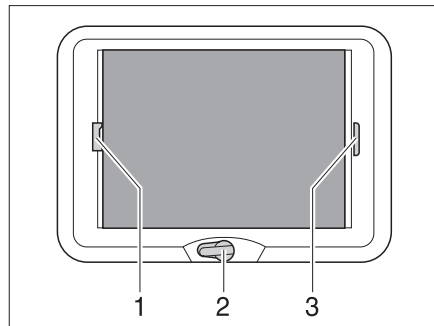

Fig. 89 Oblò a manovella
- Ruotare la manovella (Fig. 89,2) fino a quando non si incontra resistenza (angolo di apertura max. 70°).
- Tirare la tendina oscurante pieghevole per la maniglia (Fig. 89,3) e rilasciarla alla posizione desiderata. La tendina oscurante pieghevole rimane in questa posizione.
- Tirare la protezione contro gli insetti per la maniglia (Fig. 89,1) verso la maniglia contrapposta della tendina oscurante pieghevole (Fig. 89,3) e farla innestare.
- Tirare la maniglia della protezione contro gli insetti (Fig. 89,1) dietro, verso l'alto, e sganciare la protezione contro gli insetti dalla tendina oscurante pieghevole (Fig. 89,3).